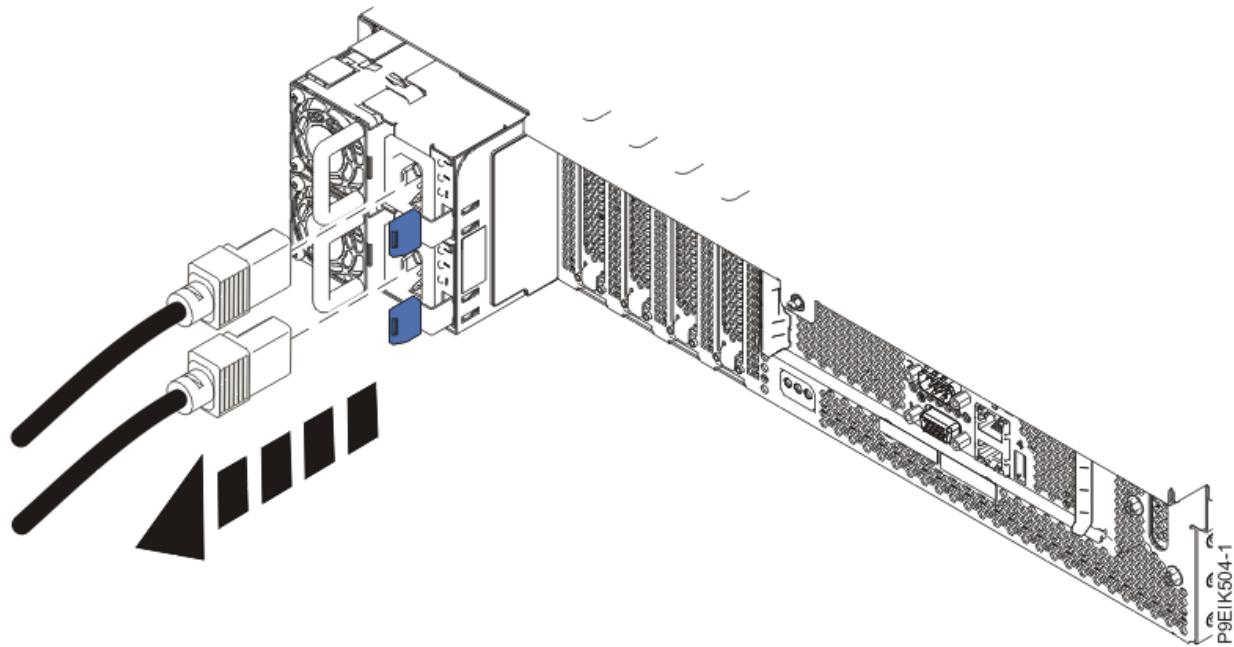

図 49. システムからの電源コードの取り外し
4. 電源コードをシステム装置から切り離します (94 ページの図 49 を参照)。